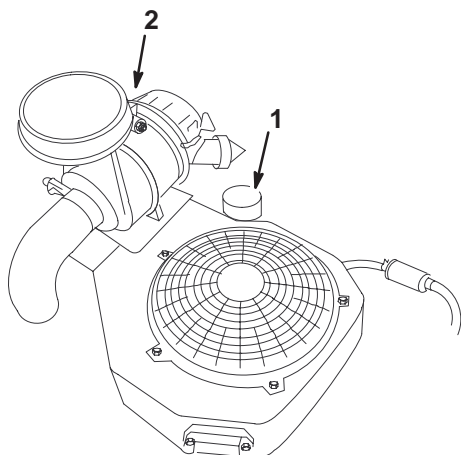

Figure 30
2. Nettoyez la surface autour de la jauge d'huile (Fig. 30) pour éviter que des impuretés ne s'introduisent dans le goulot de remplissage, ce qui risquerait d'endommager le moteur.
3. Dévissez la jauge d'huile et essuyez soigneusement l'extrémité métallique (Fig. 30).
6. Versez lentement environ 80% de la quantité d'huile spécifiée à la page 29 dans le goulot de remplissage (Fig. 30). Vérifiez le niveau d'huile (voir Contrôle du niveau d'huile, page 29). Versez avec précaution suffisamment d'huile pour que le niveau atteigne le repère maximum ("F") sur la jauge.